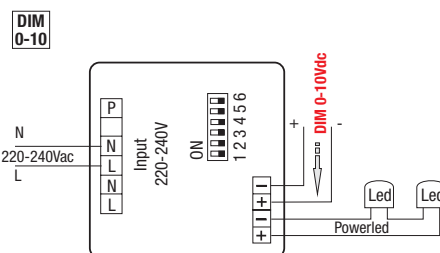

Fig. 3 - RN9167 - RN9167/BI
B - Funzione PUSH (P) - Fig. 3 - tramite pulsante NA. Con una pressione prolungata si ottengono accensione e spegnimento, con una pressione prolungata si ottiene la regolazione.
B - PUSH function (P) - Fig. 3 - by means of NO button. By briefly pressing the button the system turns on and off, by holding it pressed it is possible to carry out regulations